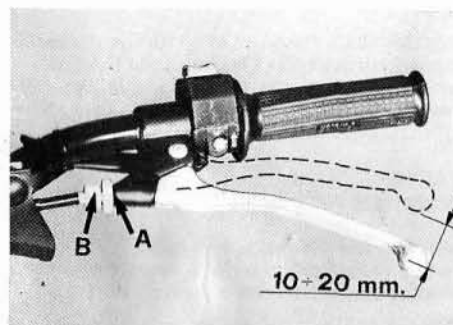

Fig. 17 - Comando frizione.
- Sbloccare la ghiera A ed avvitare il regolafilo B Fig. 17 in senso orario se si vuole aumentare il gioco della frizione, ruotarla invece in senso anti orario se lo si vuole diminuire. Terminata l'operazione infilare nuovamente sul registro tendi-cavo la copertina di protezione.